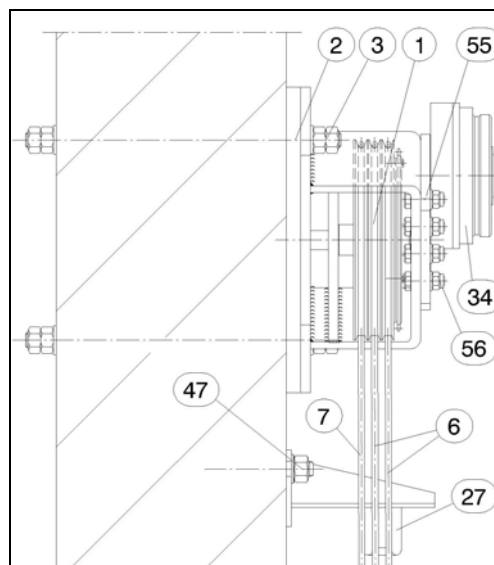

Abb.4
- Sicherheitsseil (7) durch die jeweils innenliegende (wandseitige) Rille der Seilrollen (1; 4) führen, Abb.4.
- Tragseil zunächst in die jeweils mittlere Rille der Seilrollen legen. Nach dem Aufstellen des Torblatts (Kap. 2.2.5) das Tragseil um den Haltebolzen der Torblatt-Seilbefestigung (10) führen und durch die jeweils äußere (raumseitige) Rille der Seilrollen zum Gewichtskasten zurückführen, Abb. 4, 6 und 10.